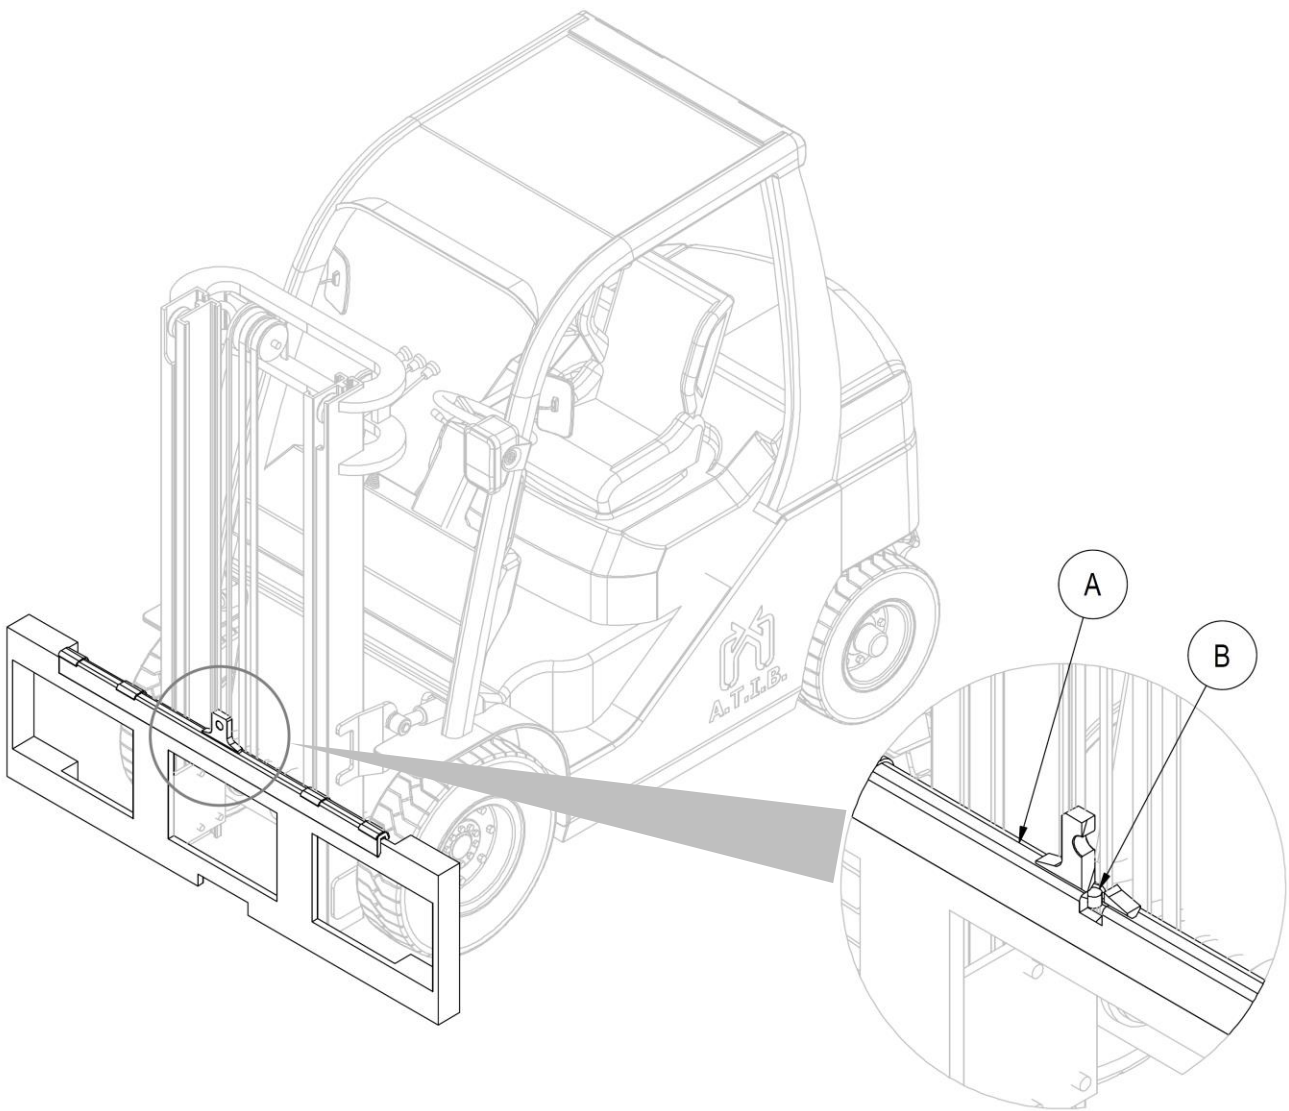

Figure 6
- Après avoir retiré le vérin de translation, prendre manuellement le double crochet **A** (avec ses bagues de glissement) et le positionner sur le profil supérieur du tablier porte-fourches en faisant attention à emboîter le goujon de centrage **B** dans l'encoche centrale de celui-ci (voir *Figure 6*).